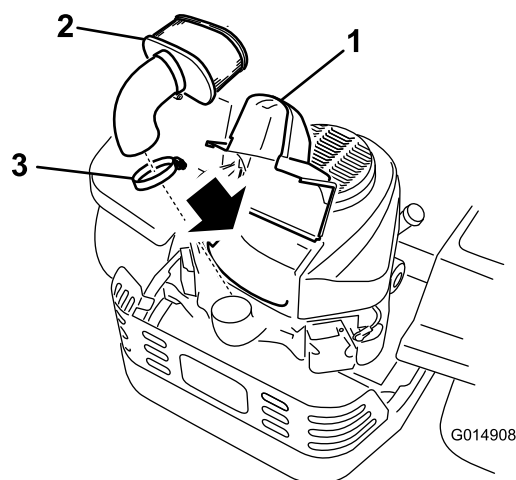

Figure 27
3. Nettoyez la surface autour du couvercle du filtre à air pour éviter que des impuretés ne s'introduisent dans le moteur et l'endommagent. Soulevez le couvercle et déposez le collier qui fixe l'ensemble filtre à air au moteur (Figure 27).
4. Desserrez le collier de flexible et retirez l'élément en papier (Figure 27).